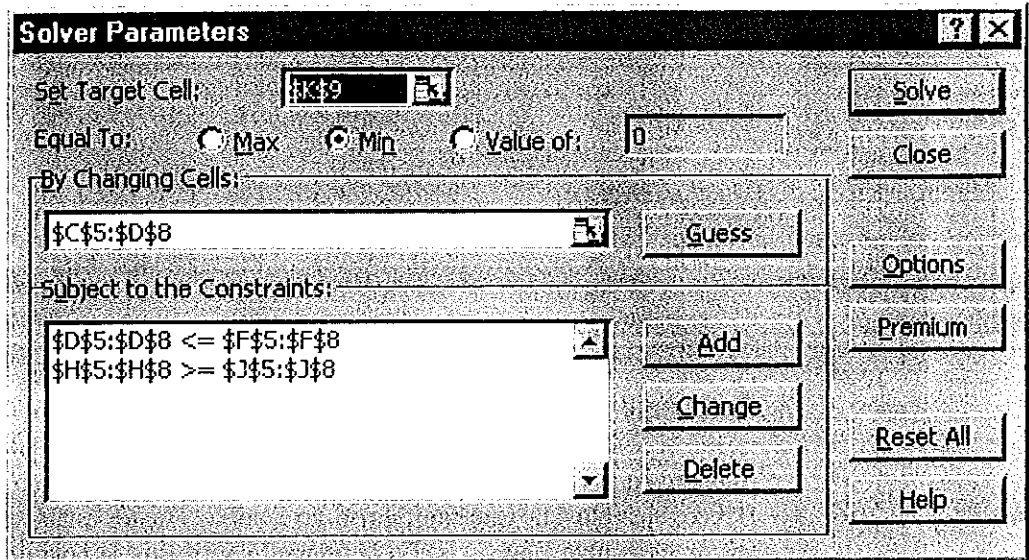

FIGURA 22
**Paso 7** Se llena ahora la ventana de diálogo de Solver como se ilustra en la figura 22. El objetivo es minimizar el costo total (celda K9). Las *changing cells* son producción con tiempo extra y en horario regular (C5:D8). Es necesario asegurarse de que la producción de ca-